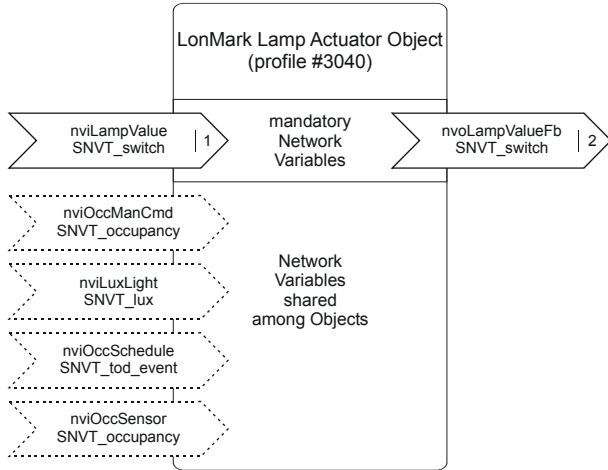

Abb. 4 Lamp Actuator Objekt
- 4 Lamp Actuator Objekte (#3040) (siehe Abb. 4)